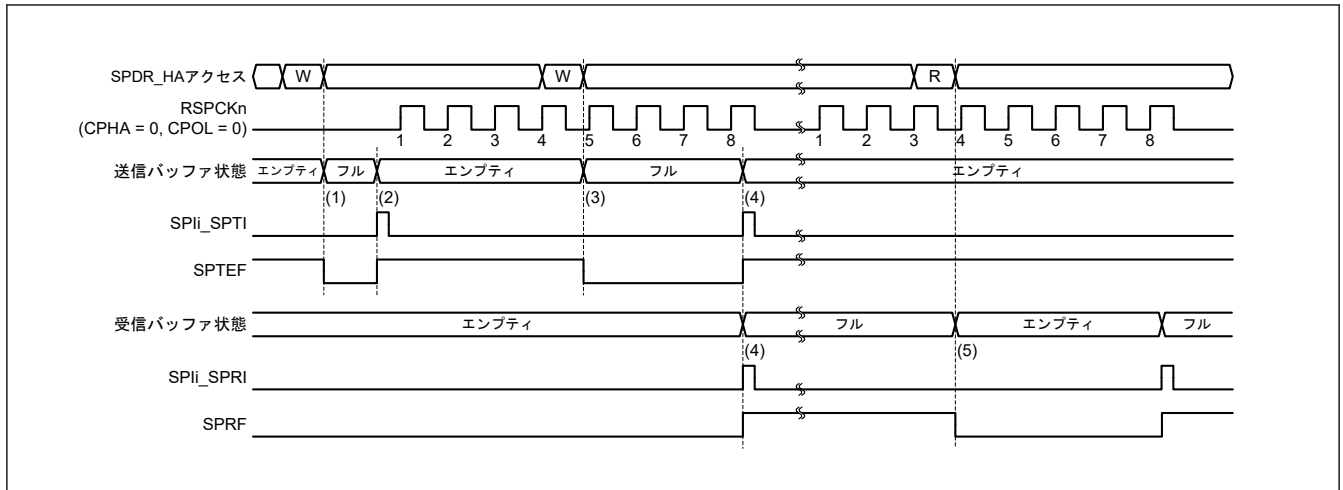
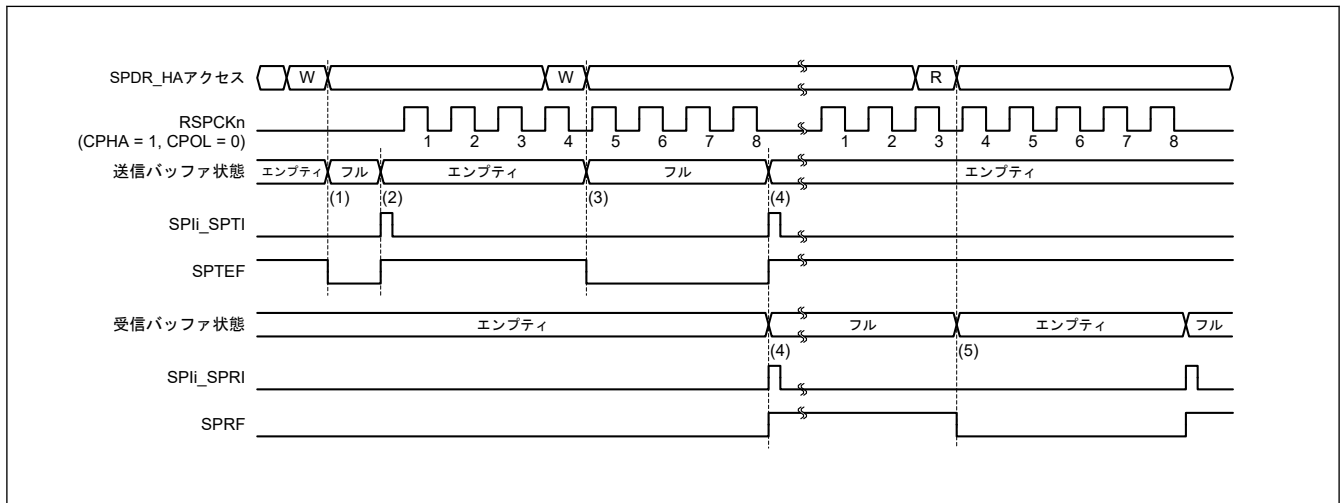

図 28.29 SPIi_SPTI、SPIi_SPRI 割り込みの動作例 (CPHA = 0、CPOL = 0)
図 28.30 SPIi_SPTI、SPIi_SPRI 割り込みの動作例 (CPHA = 1、CPOL = 0)
図 28.29 および図 28.30 に、送信バッファエンプティ割り込み (SPIi_SPTI) と受信バッファフル割り込み (SPIi_SPRI) の動作例を示します。図 38.26 および図 38.27 に記載した SPDR レジスタアクセスは、SPDR_HA レジスタへのアクセス状況を示しています。W は書き込みサイクル、R は読み出しサイクルを示しています。図 28.29 では、SPCR.TXMD ビットが 0、SPDCR.SPFC[1:0] ビットが 00b、SPCMDm.CPHA ビットが 0、SPCMDm.CPOL ビットが 0 の設定で、SPI が 8 ビットのシリアル転送を実行しています。図 28.30 では、SPCR.TXMD ビットが 0、SPDCR.SPFC[1:0] ビットが 00b、SPCMDm.CPHA ビットが 1、SPCMDm.CPOL ビットが 0 の設定で、SPI が 8 ビットのシリアル転送を実行しています。RSPCKn 波形の下に記載した数字は、RSPCK サイクル数 (= 転送ビット数) を示しています。
以下に、図 28.29 および 図 28.30 の (1)～(5) での SPI の動作内容を説明します。